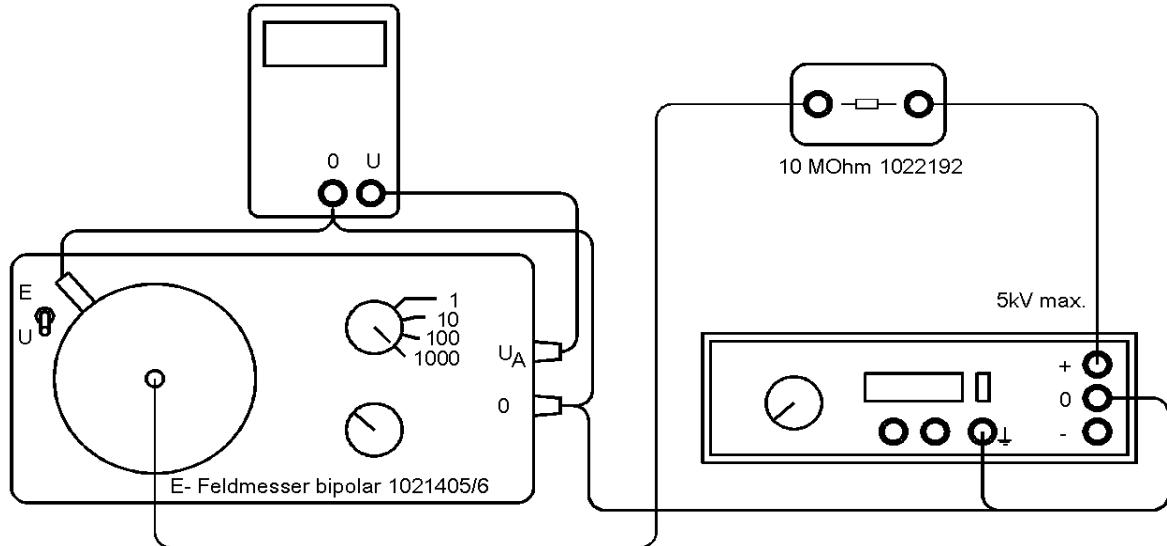

Fig. 2: E- Feldmesser als Influenzelektrometer
- Experiment mit Spannungsmessplatte (16) gemäß Fig. 2 herstellen.
- Anzeigegerät am Spannungsausgang (2) und (4) anschließen
- Spannungsmessplatte (16) auf Feldmühle (7) aufsetzen und mit Handschrauben leicht! andrehen
- Umschalter (11) auf „(U/V)“ setzen
- Wahlschalter Messbereiche (6) auf 1000 einstellen